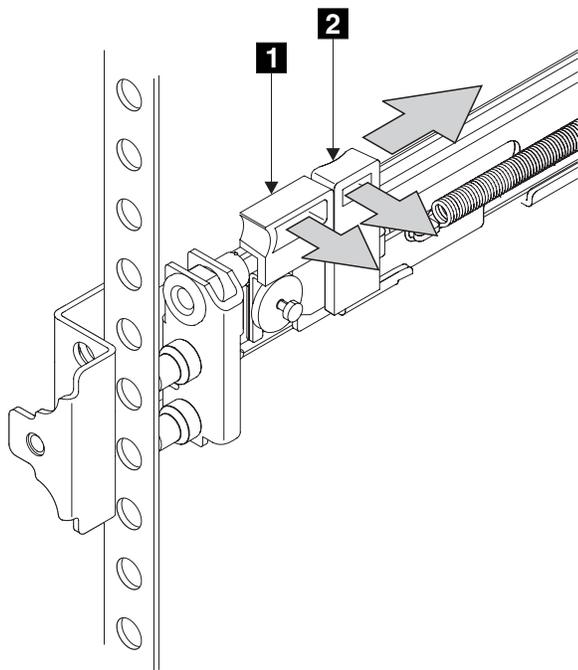

図 46. SAN ボリューム・コントローラー用左方サポート・レール
2. 図 46 に示すように、左手の人さし指をラッチ・レバー **2** の後端に置き、左手の親指をラッチ・ロック **1** の前端に置きます。